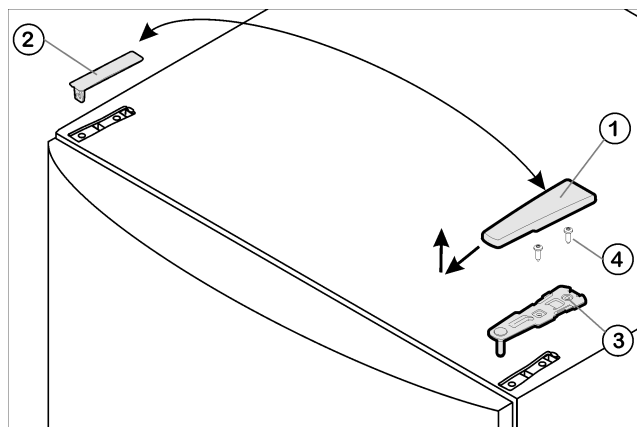

Fig. 4
- ▶ Потяните крышку Fig. 4 (1) вперед и вверх.
- ▶ Снимите крышку Fig. 4 (2).
- ▶ Открутите верхний опорный кронштейн Fig. 4 (3) (2 шт. Torx® 25) Fig. 4 (4) и вытяните вверх.
- ▶ Установите верхний опорный кронштейн Fig. 4 (3) на новой стороне шарнира и защелкните в дверце.
- ▶ Привинтите верхний опорный кронштейн (с моментом 4 Нм) (2 шт. Torx® 25) Fig. 4 (4). При необходимости сделайте отверстия или используйте аккумуляторную отвертку.
- ▶ Наденьте и защелкните крышку Fig. 4 (1) и крышку Fig. 4 (2) на противоположной стороне снаружи.